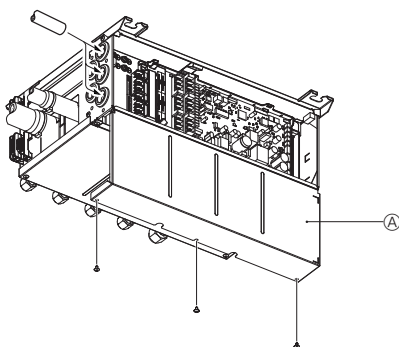

Fig. 8-5
8.1. Cuando se utiliza un conducto de cableado (Fig. 8-5, 6, 7)